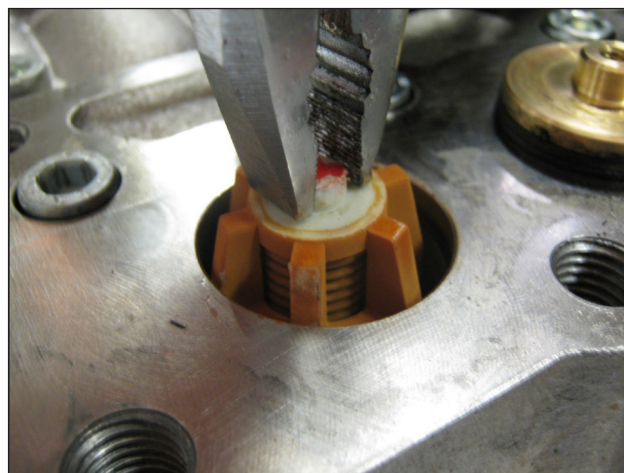

Fig. 18
- Extraia os grupos de válvulas de sucção e descarga das bombas KT24-26-28-30-32 - KTR-28-32 - WK155-WK6 e os grupos de válvulas de descarga KT36-40-WK8 usando uma ferramenta simples como indicado na (Fig. 18);